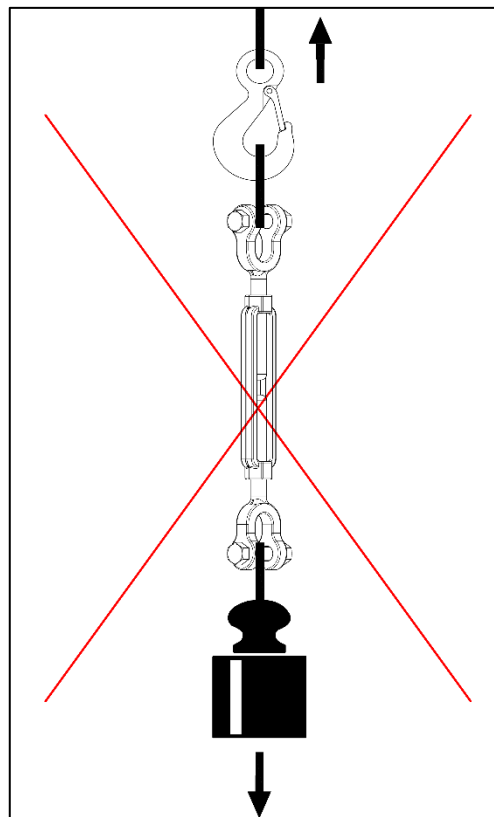

Fig.5
Il tenditore può essere utilizzato anche per operazioni di sollevamento, purchè non in configurazione a tiro singolo (par. 10 fig.5). In tale configurazione, infatti, il carico può ruotare liberamente, generando il rischio che i terminali si svitino fino a fuoriuscire dalla canaula, con conseguente caduta del carico.
- NON utilizzare l'accessorio per il sollevamento a tiro singolo (Fig.5);